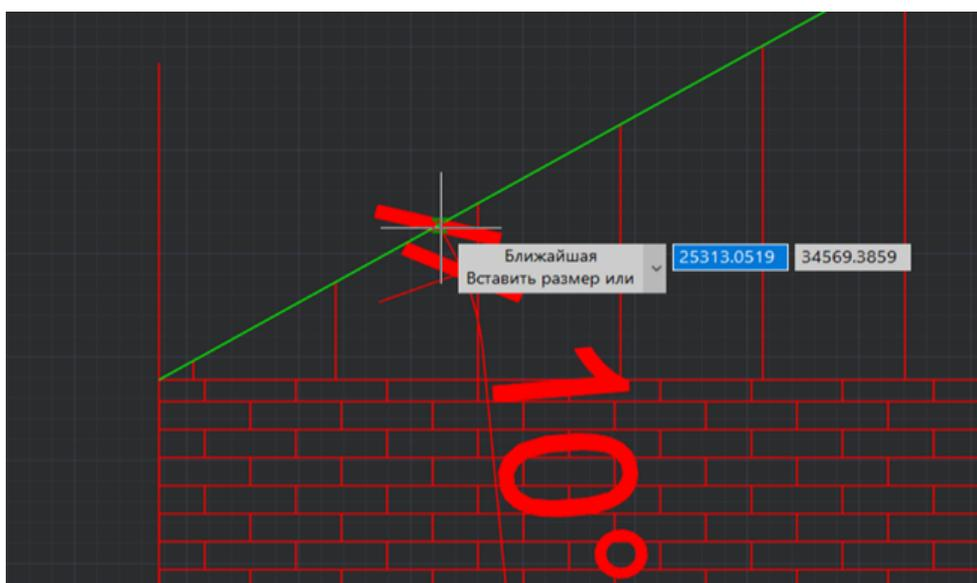
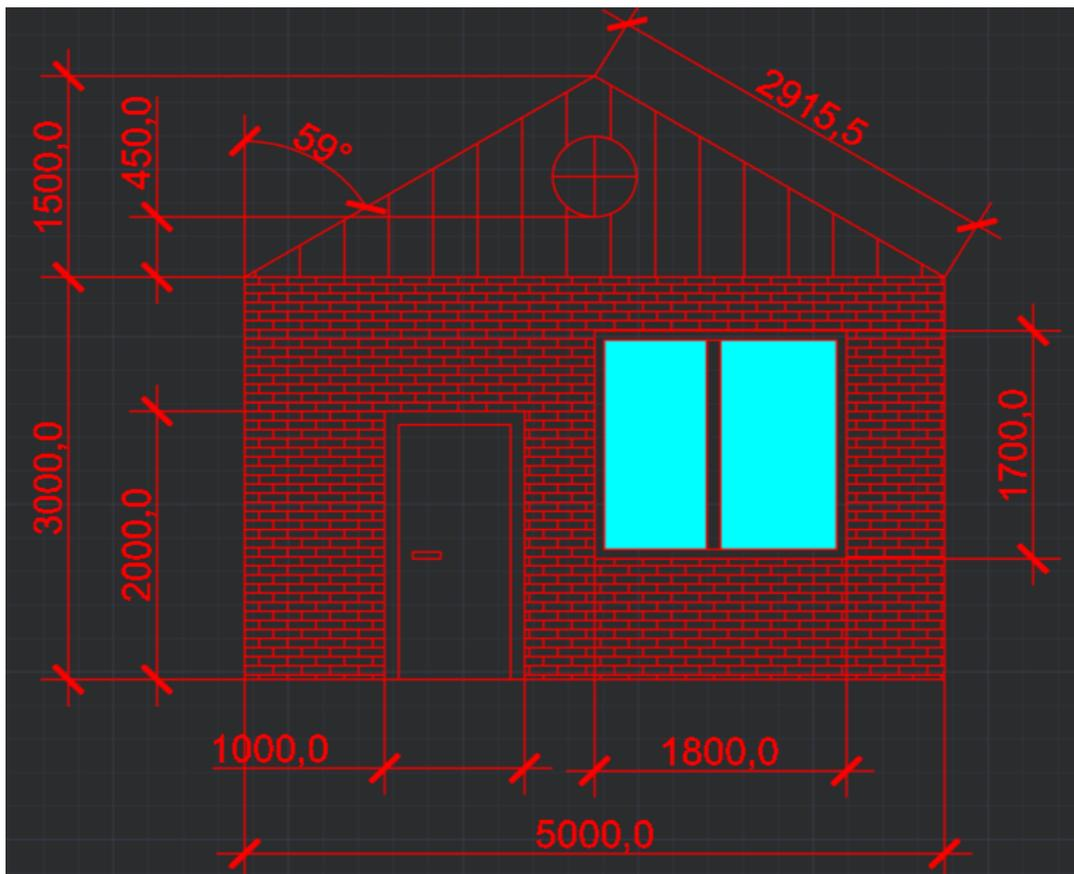

Рис. 4.53
Рис. 4.55
3. Если необходимо показать угол между двумя объектами используйте Угловой размер, для этого выберите первый объект ЛКМ и второй объект, после отодвиньте размерную линию на нужное расстояние (рис. 4.53), (рис. 4.54), (рис. 4.55):